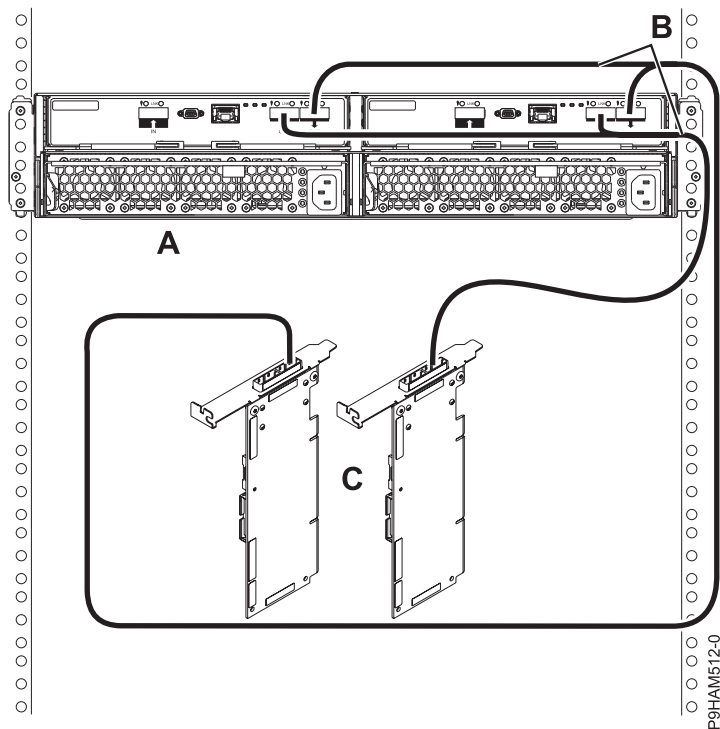

Figura 25. Conexión de la modalidad 1 de un alojamiento de unidad de disco 5887 utilizando cables YO a un par de adaptadores SAS
16. Lleve a cabo una conexión en la modalidad 1 de un alojamiento (A) utilizando cables YO (B) a un par de adaptadores SAS (C), tal como se muestra en la Figura 25 en la página 24, y, a continuación, continúe con “Conexión de los cables, cables de alimentación e instalación de cubiertas” en la página 29.